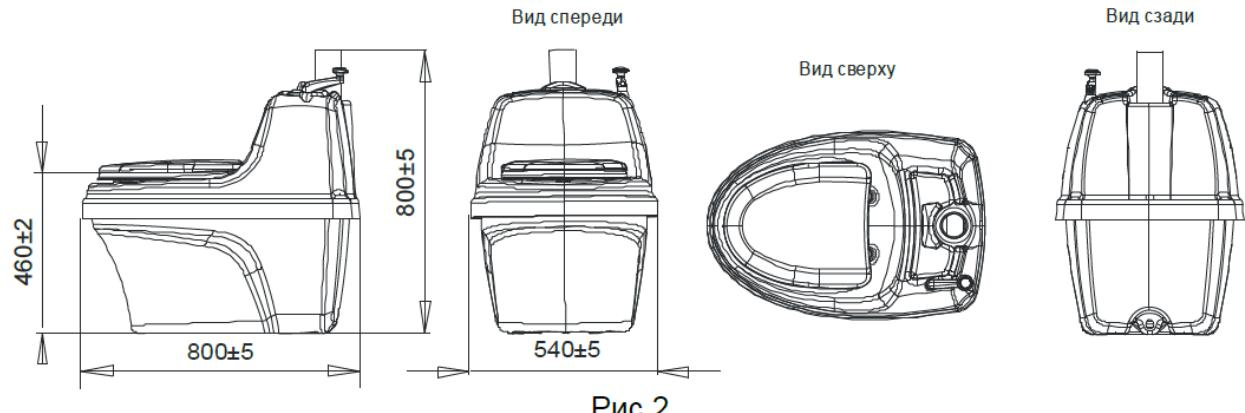

Рис.2
2.2 Габаритные размеры туалета представлены на рис.2: